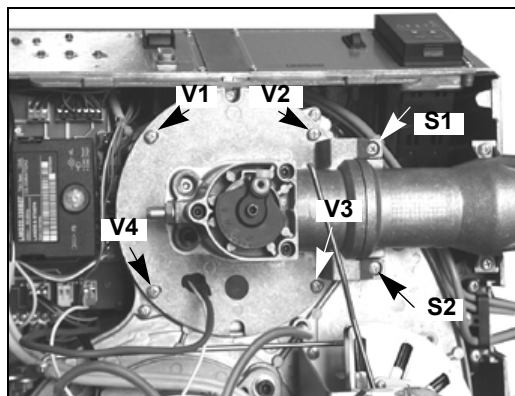
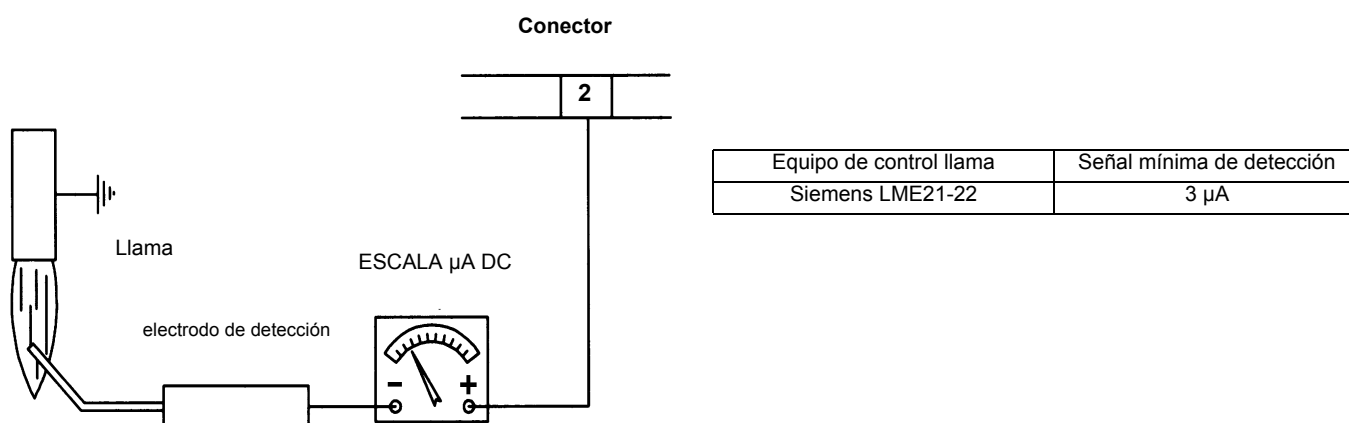

Fig. 44
Fig. 51
- Desmante, controle y limpie el cabezal de combustión (véase Fig. 44 y siguientes)
- Limpie y controle los electrodos de encendido y detección (véase Fig. 44). Controle la señal de detección, siga el esquema de la Fig. 51
- 1 Quite los 4 tornillos V1, V2, V3, V4 y el par de tornillos S1 y S2 (Fig. 44).
En el caso en que el quemador vaya en bloque, ejecutar los siguientes controles. Para medir la señal de detección, siga el esquema de la Fig. 51. Si la señal es inferior al valor indicado, controle la posición del electrodo de detección, los contactos eléctricos y, de ser necesario, sustituya el electrodo de detección.